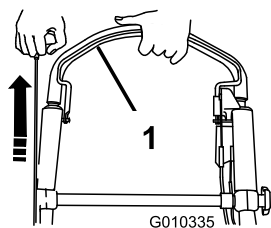

Bild 24
- Ziehen Sie den Schaltbügel zum Holm und halten ihn in dieser Stellung. Ziehen Sie am Rücklaufstartergriff (Bild 24).